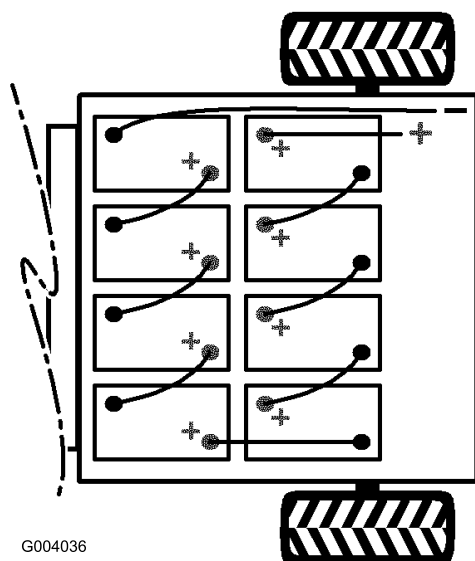

Figura 6
- Instale las baterías según se muestra en Figura 6.
Nota: Preste atención a la polaridad de las baterías al instalar las baterías nuevas (Figura 6).
y una tuerca con arandela prensada (5/16 pulgada) (Figura 6).
- Conecte el cable rojo largo (positivo) entre el banco de baterías y el vehículo (Figura 6).
- Conecte el cable negro largo (negativo) entre el banco de baterías y el vehículo (Figura 6).
- Conecte las baterías entre sí con los cables que se incluyen con las piezas sueltas, según se muestra en Figura 6. Asegúrese de que el enrutado de los cables no permite que éstos entren en contacto con ningún borde afilado.